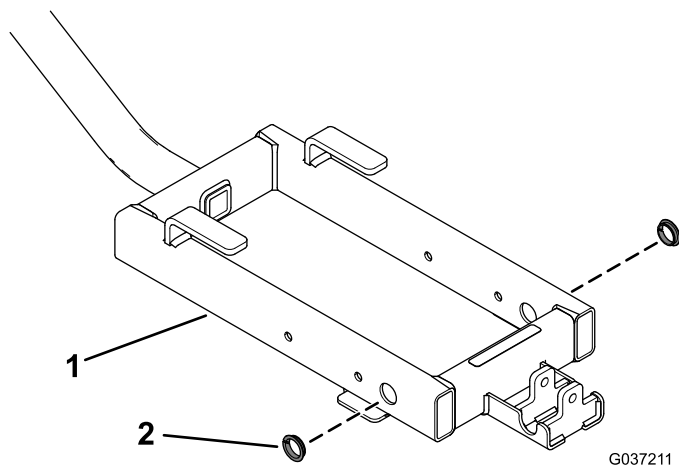

Рисунок 2
1. Установите две втулки с зажимами на монтажную раму разбрасывателя (Рисунок 2).